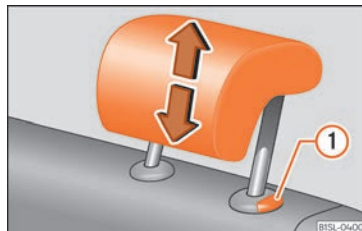

Fig. 120 Desmuntar el reposacaps posterior.
- Extraieu el reposacaps del tot mantenint premuda la tecla »» **fig. 120** .